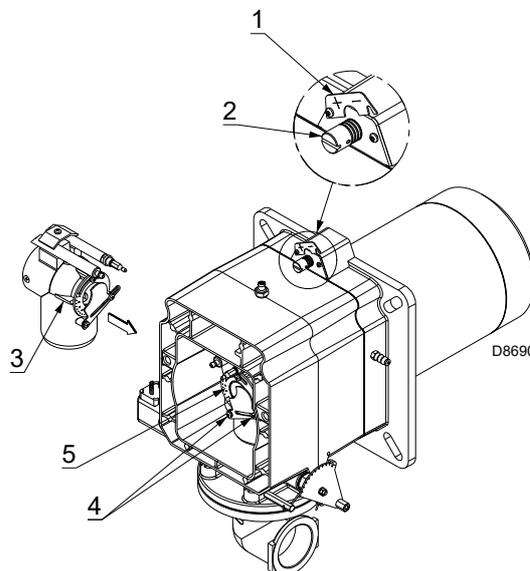

Fig. 16
- girar el tornillo 2)(Fig. 16) hasta que coincida la muesca encontrada con el plano delantero 1) de la brida.
Para facilitar la regulación, aflojar el tornillo 3)(Fig. 16); regular y luego bloquear.
- aflojar los cuatro tornillos 4) y girar la tuerca 5)(Fig. 16) hasta que coincida la muesca hallada con el índice 3);